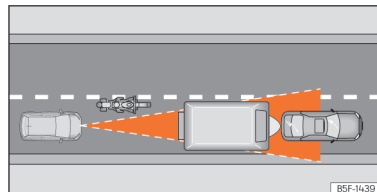

Fig. 118 Motociclo que circula à frente, fora do raio de alcance do sensor de radar.
- Veículos que circulem desalinhados ou fora da zona de deteção do sensor, por exemplo, motociclos »» **Fig. 118.**